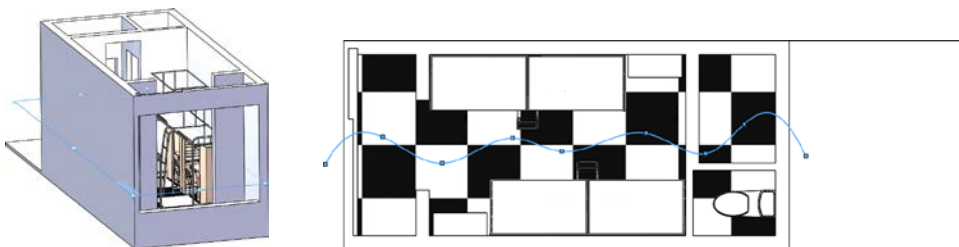

图 5-27 创建基准面并绘制样条曲线
STEP 1 首先打开本书提供的素材文件“宿舍装配.SLDASM”(第4章渲染章节中操作过此文件), 然后创建一个距离底部窗框 60mm 的基准面, 再在基准面中绘制一条样条曲线, 如图 5-27 所示。